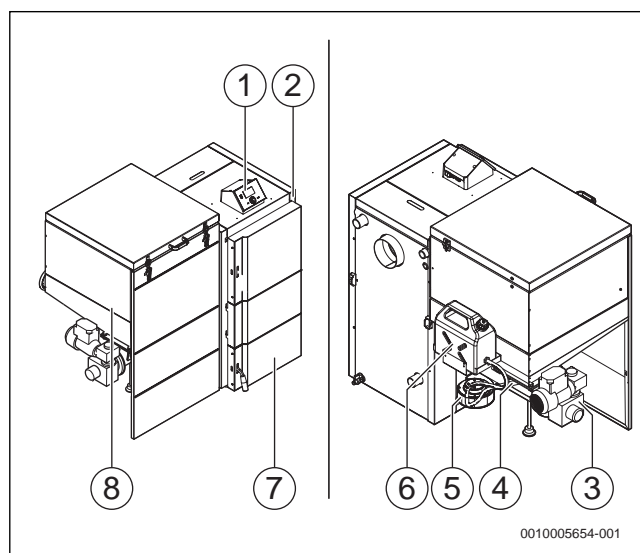

Рис. 44 Обзор котла
- ▶ Снимите крышку аварийного опорожнения (→ рис. 44, [4], стр. 32).